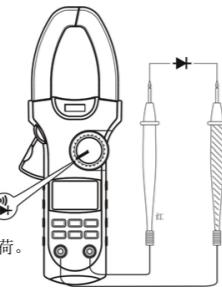

图 6
**4. 二极管测量（ $\bullet\bullet$ ）（见图6）**